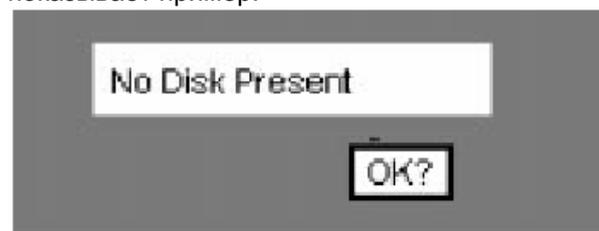

Рис. 3-18 Диалоговое окно, пример
D. Диалоговые окна - Диалоговые окна появляются на короткое время. Они перекрывают все другие окна, чтобы информировать пользователя о проблеме или окончании фоновой операции. Необходим ответ; в большинстве случаев нажатие клавиши **OK?** для квитирования. Рис. 3-18 показывает пример.